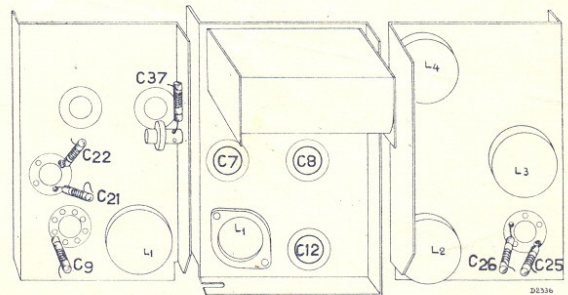

Fig. 2
- N.B. 1. Avant de commencer les opérations de réglage il faut ramollir la cire sur les condensateurs en question (fig. 2) à l'aide d'un fer à souder chaud, après le réglage faire fondre